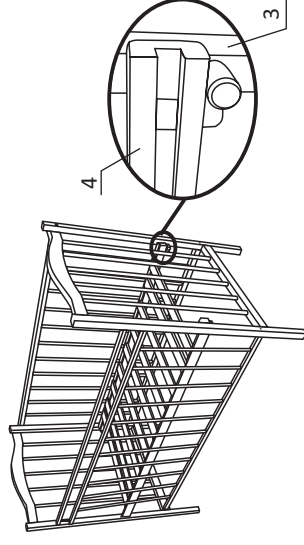

Рисунок 2
4. Дно (4) кровати имеет возможность установки в верхнем и нижнем положении по высоте от пола. В нижнем положении дно устанавливается на поперечины спинок (3), в верхнем положении дно устанавливается на 4 деревянных пальца на внутренней поверхности спинки(3). Рис. 2.